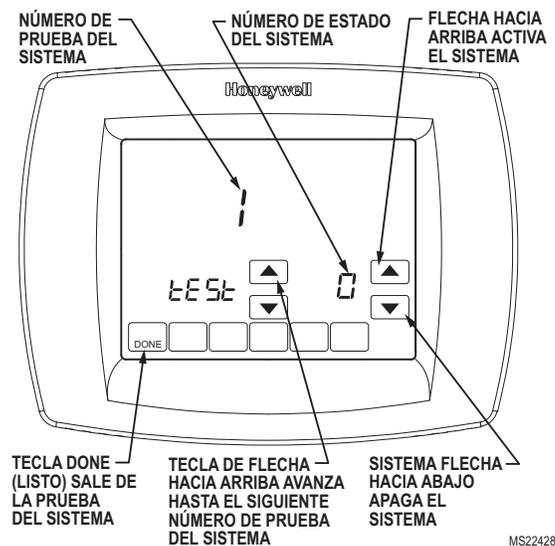

Fig. 28. Revisión de los botones del termostato usados durante la Prueba del sistema.
3. Vea la Fig. 28 para revisar cómo se utilizan los botones del termostato durante la Prueba del sistema. Vea la Tabla 6 para ver las Pruebas del sistema disponibles.